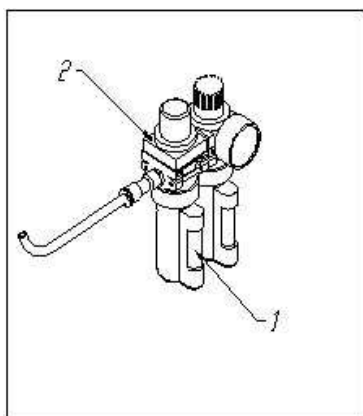

Fig. 5-1
- Utiliser uniquement de l'huile SAE30 (figure 5-1)